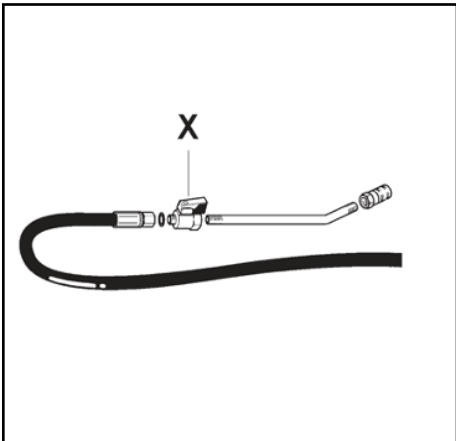

Fig. 4
- **Fig. 4:** To deliver grease, make sure cock **X** is open.
- **Fig. 4:** Per erogare grasso, accertarsi che il rubinetto **X** sia aperto.